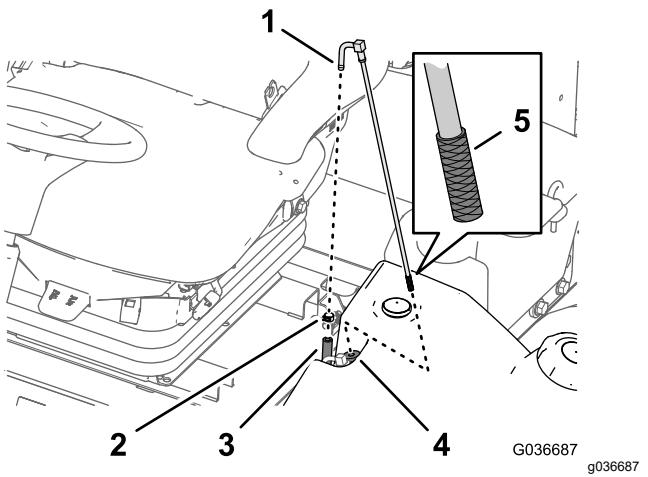

Bild 65
2. Schließen Sie den Schlauch vom Anschlussstück ab (Bild 65).
3. Nehmen Sie den Kraftstoffansaugschlauch vom Kraftstofftank ab (Bild 65).
4. Reinigen Sie das Sieb am Ende des Kraftstoffansaugschlauchs (Bild 65).
5. Stecken Sie den Kraftstoffansaugschlauch durch die Gummibüchse in den Kraftstofftank (Bild 65).
1. Entfernen Sie die Schlauchklemme, mit der der Kraftstoffzulaufschlauch am Anschlussstück des Kraftstoffansaugschlauchs befestigt ist (Bild 65).